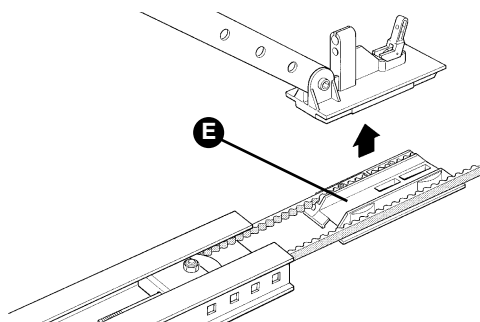

Figure 27
- 2 Faire coulisser jusqu'à la moitié du rail le renvoi de tension de la courroie [E], comme indiqué sur la figure 27, et extraire complètement le chariot.